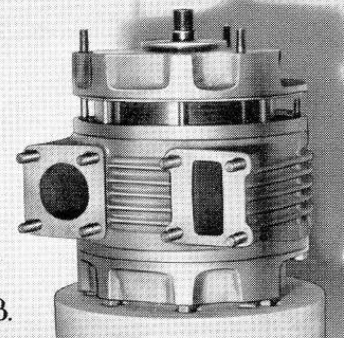

FIG.18.
8. Replace Drive End Plate (Fig. 18).